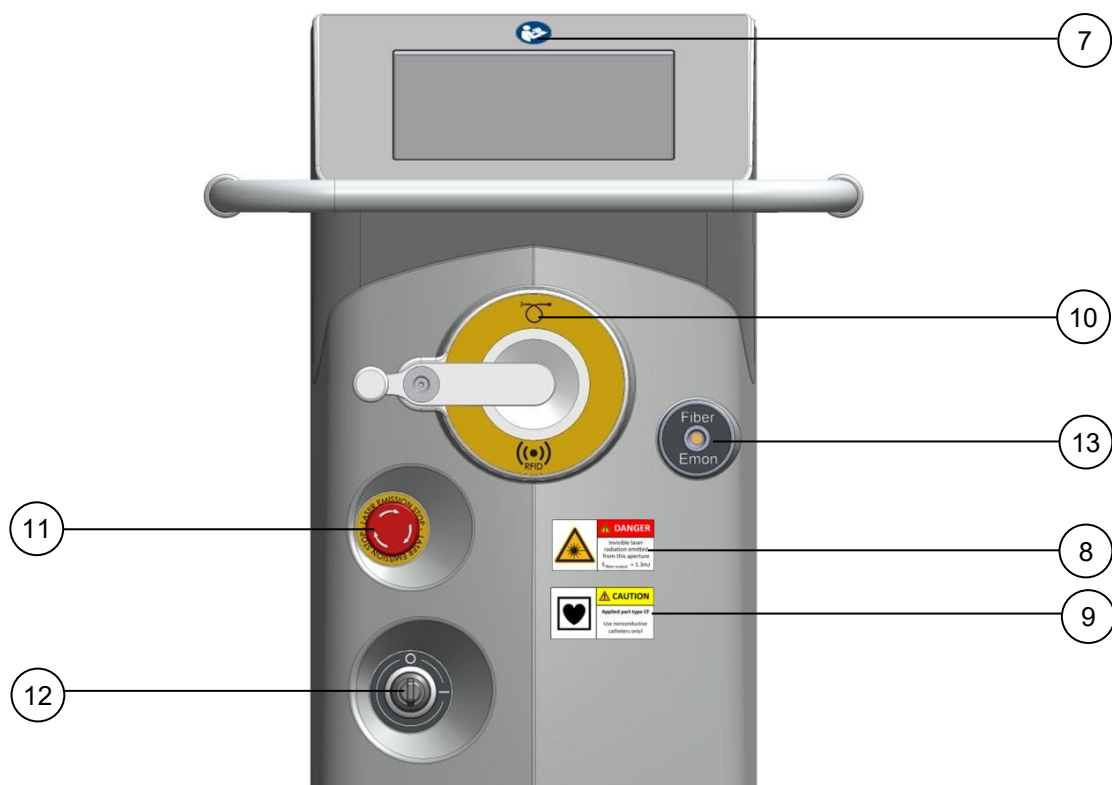

Рисунок 2.2. Вигляд спереду
7.	Дотримуйтесь інструкції з використання. Етикетка розташована з переднього боку лазера над сенсорною панеллю (див. Рисунок 2.2).
8.	Знак лазерного попередження попереджає про випромінювання лазера в цьому місці. Етикетка розташована з переднього боку лазера близько до отвору лазерного променя (див. Рисунок 2.2).
9.	Робоча частина типу CF, стійка до дефібриляції Дозволено приєднувати лише волокна типу CF. Можна використовувати лише непровідні катетери. Етикетку можна знайти під відповідним роз'ємом на передній панелі (див. Рисунок 2.2).
10.	З'єднання волокна. Етикетку можна знайти над відповідним роз'ємом на передній панелі (див. Рисунок 2.2).  Символ радіочастотної ідентифікації  Аплікатор оптичного волокна
11.	Ідентифікація зупинки лазерного випромінювання. Етикетка розміщена з переднього боку лазера (див. Рисунок 2.2).
12.	Індикатор положення перемикача з ключем. О = «ВИМК.» І = «УВИМК.» Етикетка розміщена з переднього боку лазера (див. Рисунок 2.2).
13.	Енергетичний монітор для волокна. Етикетка розміщена з переднього боку лазера (див. Рисунок 2.2).